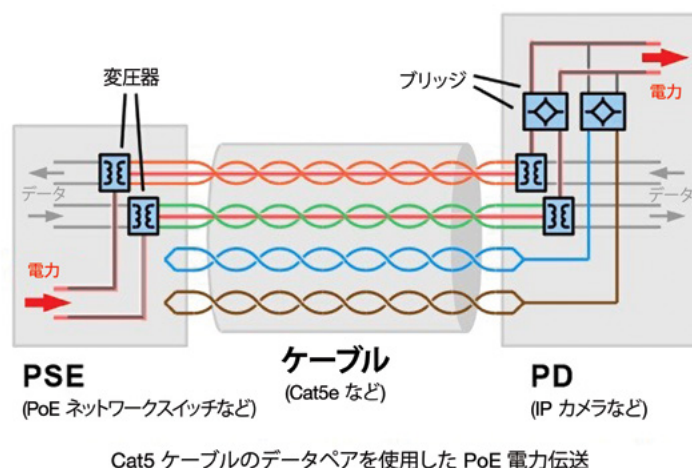

図 4. PoE の一般的なレイアウト
Power over Ethernet (PoE) は、Voice over IP (VoIP) テレフォニーを可能にするために作られた、イーサネットと互換性のあるテクノロジーです。公称電圧 48 VDC の DC 電力が、イーサネットケーブル内の 1 つ以上のペア上で送信された信号を伝送します。PoE 電源供給を受けるデバイス (PD) は、電源 (PSE など。通常はネットワークスイッチ) とのネゴシエーションを行い、適切な電源の供給を確保します。ビジネスでネットワーク供給電源のポテンシャルが認識されるのはそう遠くないでしょう。現在、PoE は IP カメラ、無線アクセスポイント、バッジリーダー、アクセスゲートウェイ、オフィス照明に電力を供給しています (図 4)。